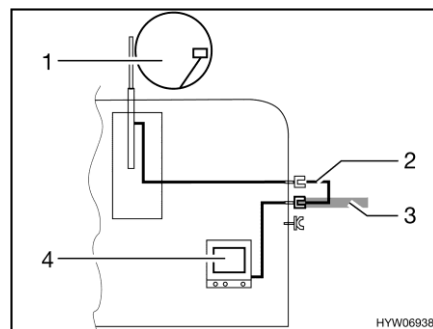

Fig. 202 TV nel veicolo
- TV nel veicolo (Fig. 202,4): Collegamento all'antenna del tetto (Fig. 202,1) con cavo di collegamento (Fig. 202,2)
- TV nel veicolo (Fig. 202,4): Collegamento a antenna esterna (Fig. 202,3)